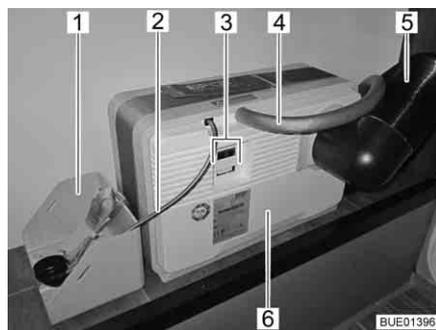
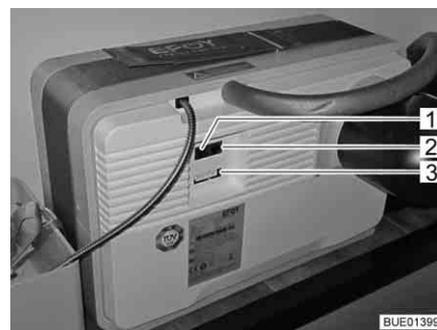

Bild 158 Brennstoffzelle mit Tankpatrone
Bild 159 Anschlussfeld Brennstoffzelle
Die Brennstoffzelle besteht aus mehreren Komponenten, die im Heckstauraum eingebaut sind (Bild 158), sowie aus einer Bedieneinheit (Bild 160) im Wohnbereich.
An der Brennstoffzelle (Bild 158,6) befinden sich:
- der Anschluss für den Abluftschlauch (Bild 158,4) bzw. die Einfüllöffnung für das Service-Fluid
- das Abwärmerohr (Bild 158,5)
- elektrische Anschlüsse (Bild 158,3) mit Datenschnittstelle (Bild 159,2), Geräteanschluss (Bild 159,3) und Anschluss für das Bedienpanel (Bild 159,1)
Zur Brennstoffzelle gehört eine Tankpatrone, die über den Tankanschluss (Bild 158,2) mit der Brennstoffzelle (Bild 158,6) verbunden ist.
Die Tankpatrone ist im Tankpatronenhalter (Bild 158,1) festgezurr.